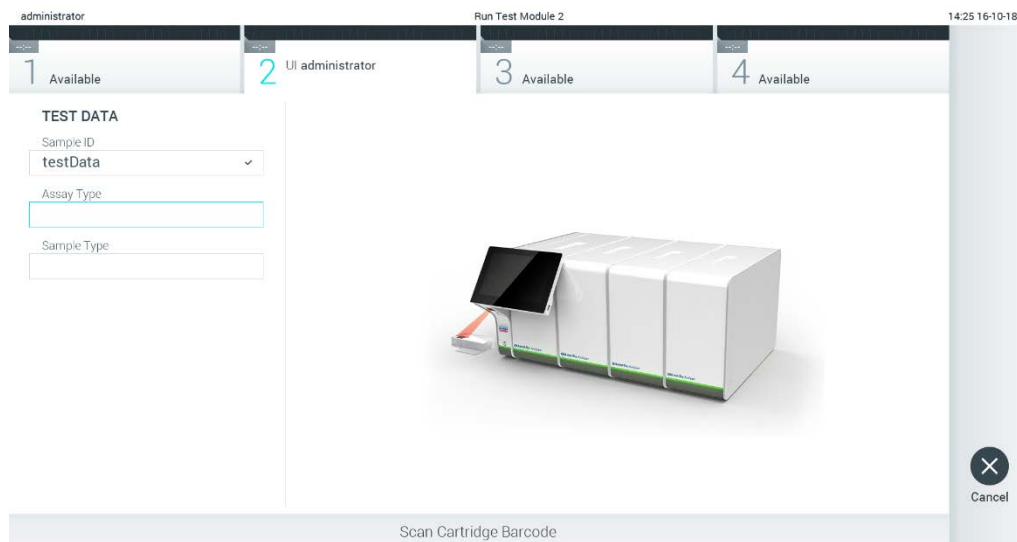

Abbildung 24: Scannen des Barcodes der QIAstat-Dx Assay-Kartusche.
3. Scannen Sie nach Aufforderung den Barcode der zu verwendenden QIAstat-Dx Assay-Kartusche. Der QIAstat-Dx Analyzer 1.0 erkennt den auszuführenden Assay automatisch anhand des Barcodes der QIAstat-Dx Assay-Kartusche (Abbildung 24).